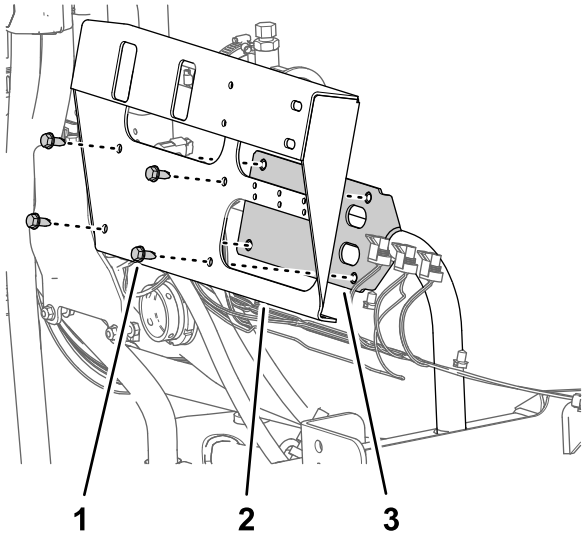

Bild 73
- Entfernen Sie die vier Bundkopfschrauben (5/16" x 3/4"), mit denen die Abschnittventilhalterung an der Ventilbefestigung befestigt ist, und nehmen Sie die Ventilhalterung von der Maschine ab (Bild 73).